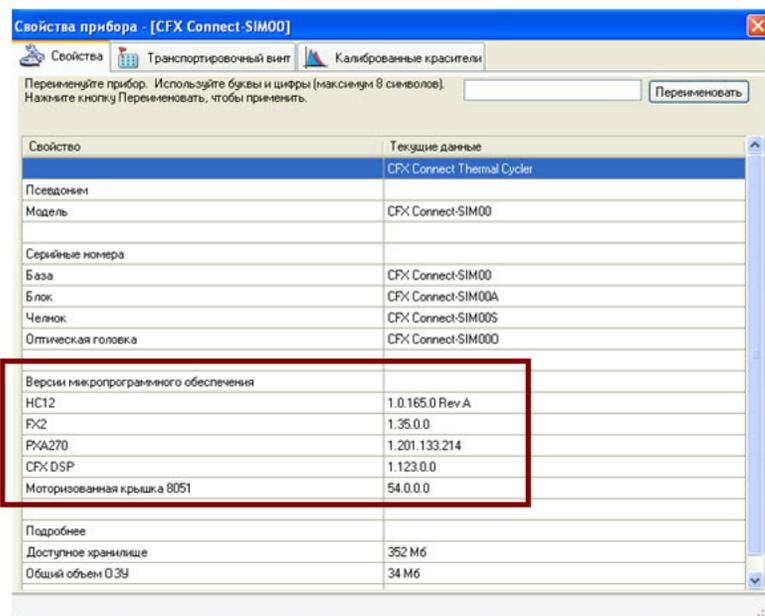

Рис. 2. Версия установленного микропрограммного обеспечения, отображающаяся в окне **Свойства прибора**.
2. Окно **Свойства прибора** показывает версию установленного микропрограммного обеспечения (Рисунок 2).